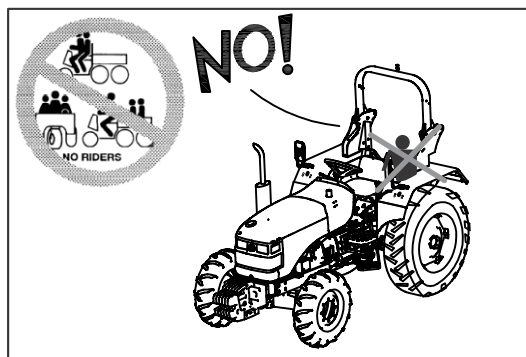

Abb. 2.27
**WARNUNG:** Der Traktor ist ein Ein-Personen-Maschine. Erlauben Sie anderen NICHT, auf dem Traktor oder den Gerätschaften mitzufahren (Abb. 2.27). In einigen Ländern muss ein Beifahrersitz montiert werden, um Mitfahrer zu transportieren. Erlauben Sie nicht, dass jemand auf den Gerätschaften oder anderen Ausrüstungsteilen, einschließlich der Anhänger, außer auf bestimmten Erntemaschinen, die speziell für Mitfahrer während des eigentlichen Erntebetriebs (nicht während des Transports) konzipiert sind. Solche Geräte müssen Vorrichtungen für einen sicheren Fahrbereich haben. NIEMALS Kinder auf einen Traktor lassen.